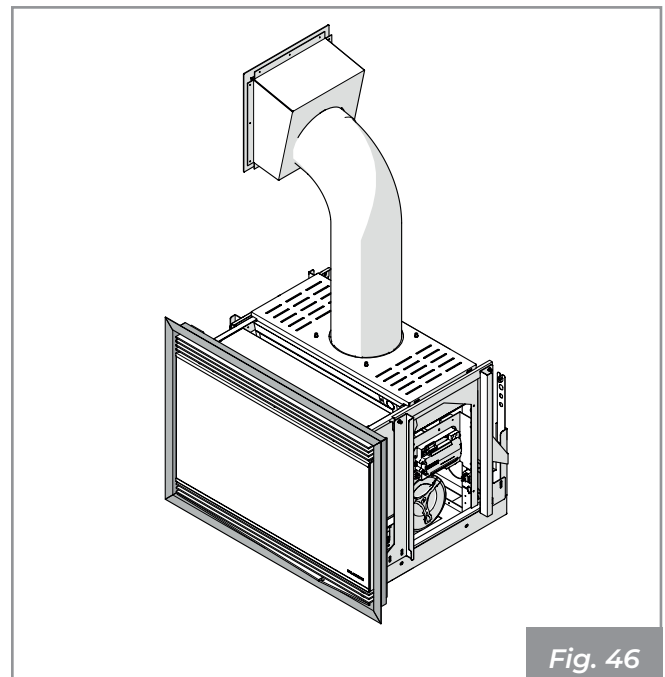

Fig. 46
- Cornici di finitura per cartongesso (Fig. 46).